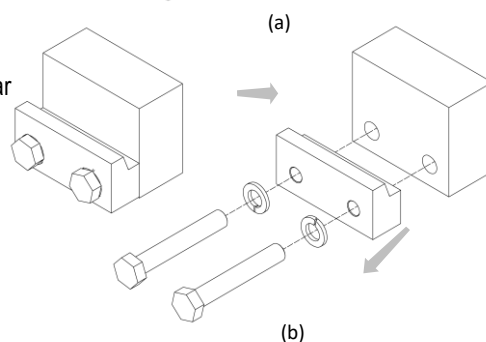

Figura 10
4. Quitar los ganchos inferiores del implemento (mira *Figura 10*).